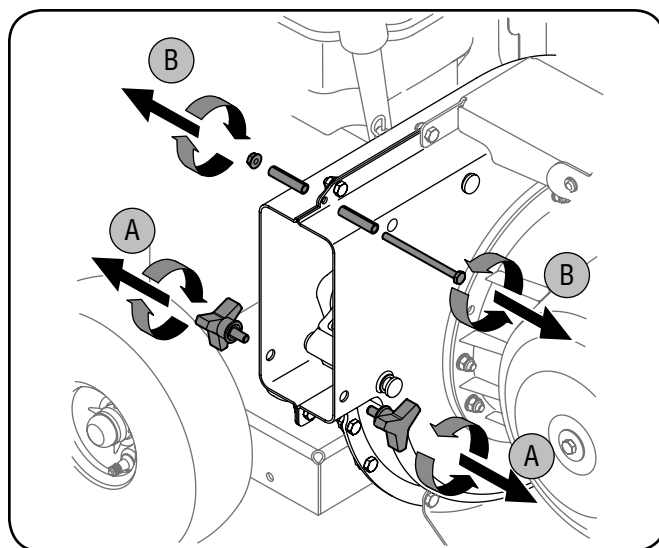

Рис. 3-2
4. Приподнимите узел воронки к узлу кронштейна крыльчатки. См. рис. 3-2А.
5. Немного сдвиньте тягу фиксатора, чтобы зацепить за нее кронштейн воронки. См. рис. 3-2В.